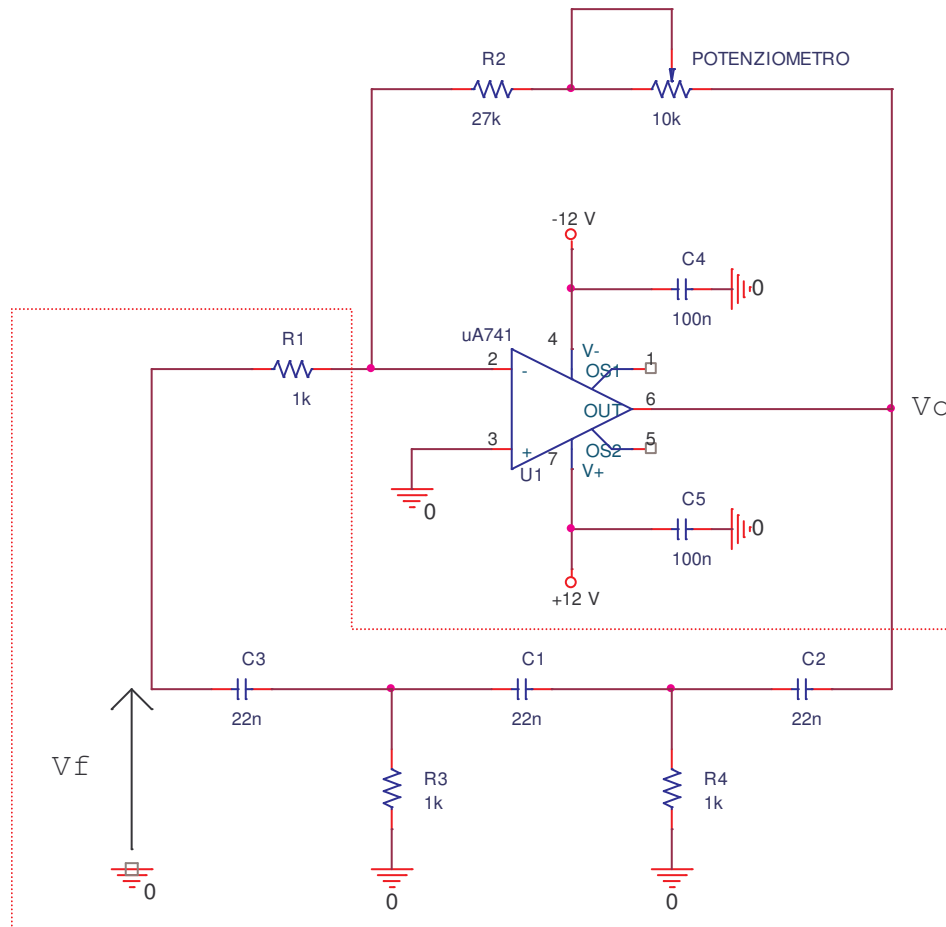

Figura 1
Dalle equazioni alle maglie della rete di reazione, indicata dal tratteggio in figura 1, si ricava che la funzione di trasferimento della rete  $RC$  è:
3. Spengere e disconnettere il generatore di segnale (non ci serve più) e chiudere la catena di retroazione  $RC$  (togliere la resistenza  $R_5$ ), come in figura 1 (vedi montaggio suggerito in figura 6), e verificare l'ampiezza e la frequenza di oscillazione sull'uscita del circuito